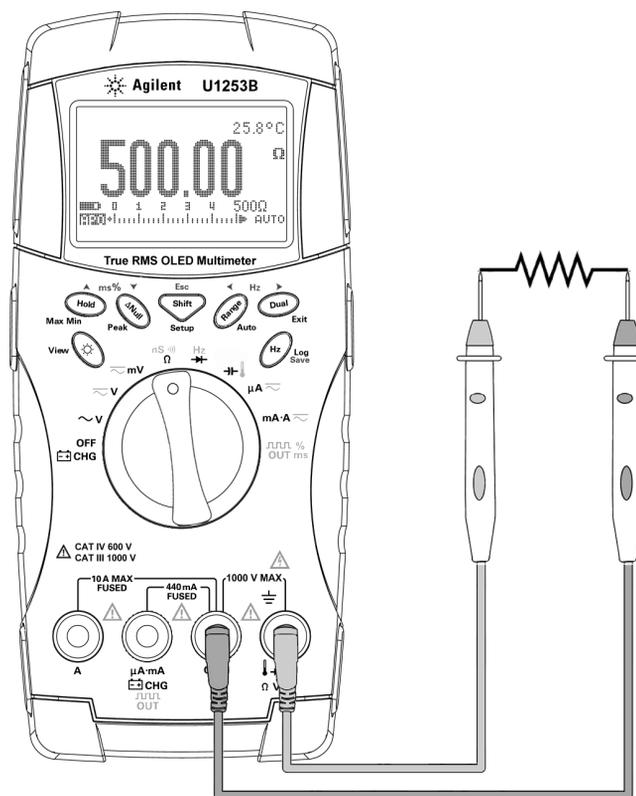

Abbildung 2-8 Messungswiderstand
- 2 Verbinden Sie die roten und schwarzen Messleitungen entsprechend mit den Eingangsanschlüssen Ω (rot) und COM (schwarz) (siehe Abbildung 2-8 auf Seite 42).